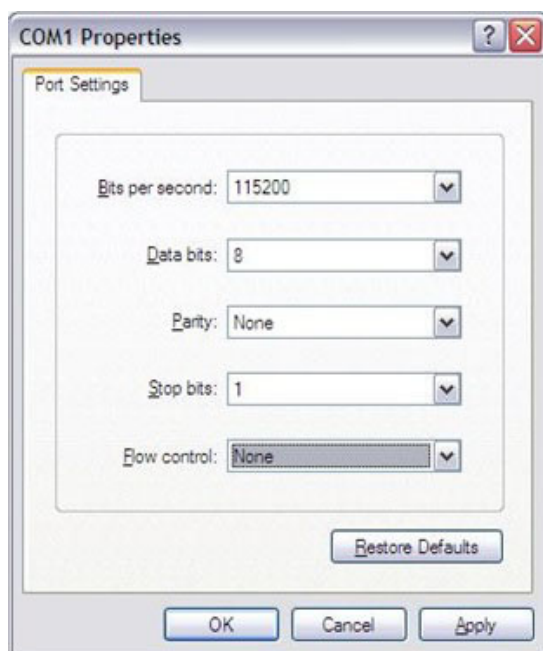

图 3.3: 串行控制台的 HyperTerminal 设置
2. 打开 Windows PC 上的 HyperTerminal，并按照图 3.3 所示进行设置。